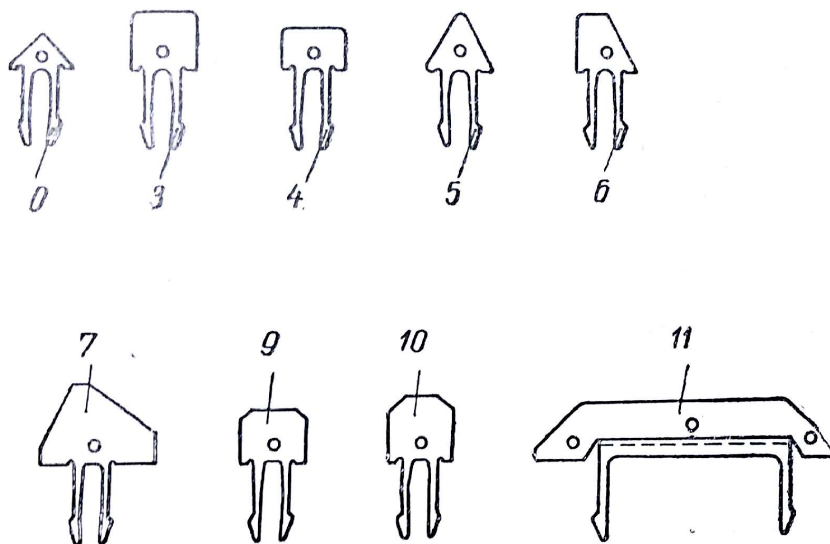

Рис. 7. Функциональные стопсы.
**Стопсы и их назначение.** Имеются два вида стопсов, которые устанавливаются на шине управления: колонные № 1 и 2 (рис. 6) и функциональные № 0, 3, 4, 5, 6, 7, 9, 10 и 11 (рис. 7).
Стопс № 7 производит выключение первого и второго возврата каретки, при этом устанавливается пологой частью вправо (см. рис. 7) на 1—2 деления левее графы.